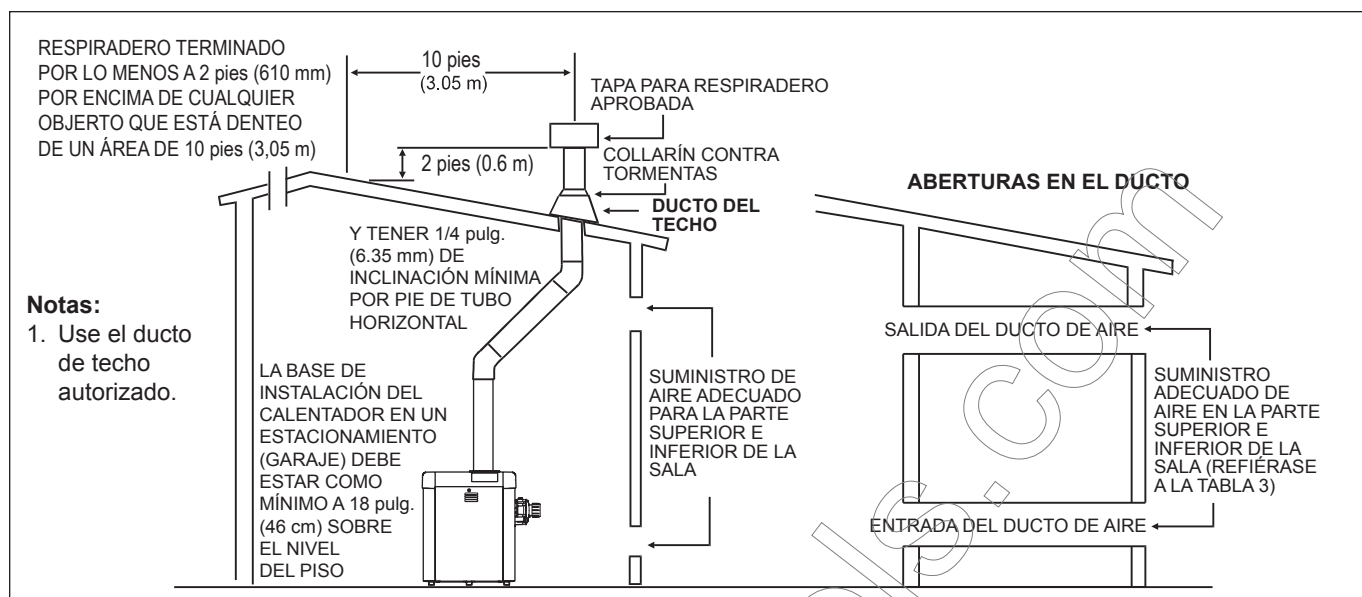

Figura 7. Ventilación instalada en interiores (EEUU) o en exteriores con protección (Canadá)
En general, estos requerimientos especifican que el cuarto en el que el calentador sea instalado deberá tener dos (2) aberturas permanentes para el suministro de aire; una dentro de las 12 pulg. (305 mm) del techo, y otra dentro de 12 pulg. (305 mm) del suelo. Todas las instalaciones interiores deben tener aberturas que vayan de adentro hacia afuera, hacia el aire libre, para la combustión, ventilación y disolución de gases de combustión. Véanse la Figura 7 y la Tabla 3. Zodiac Pool Systems, Inc., no recomienda instalaciones interiores que no proporcionen aire de afuera del inmueble para la combustión.